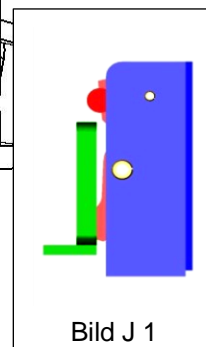

Bild J 1
Pour cela, le dispositif de changement automatique (2) doit être verrouillé (voir figure J 1).
Dès que l'appareil est à nouveau utilisé pour le travail (levage de pierres en L), le dispositif de changement automatique (2) doit être déverrouillé au préalable (→ Figure J 1).